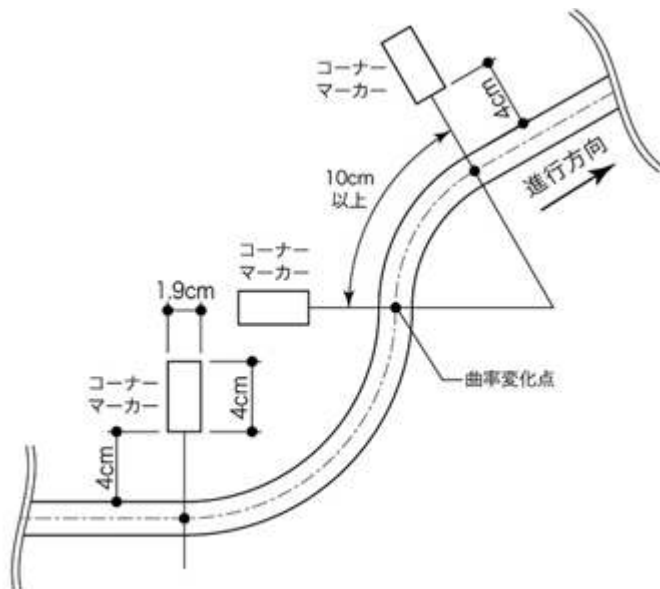

図4: 曲率半径の変化する点(曲率変化点)とコーナーマーカー
2-8 ラインの曲率が変化する地点には、進行方向左側の定められた位置にコーナーマーカーが貼付される。(図 4 参照)
6. コースは、曲率の変化する円弧が連続する場合もある(図 4 参照)。